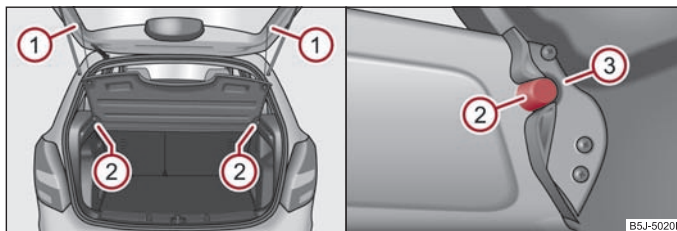

Abb. 59 Ausbau / Einbau der Gepäckraumabdeckung
- Hängen Sie die Haltebänder aus **1** ⇒ **Abb. 59**.